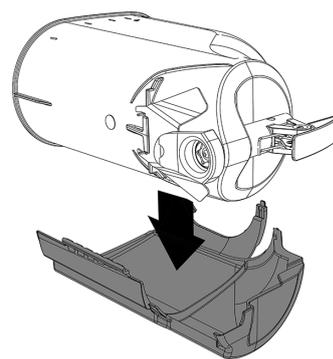
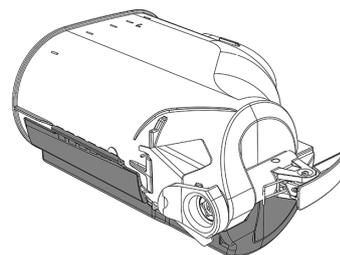

figura 5
figura 6
**1** Adagiare la parte destra del recover su un piano. Posizionare il contenitore al suo interno.(vedere figura 5)(vedere figura 6).